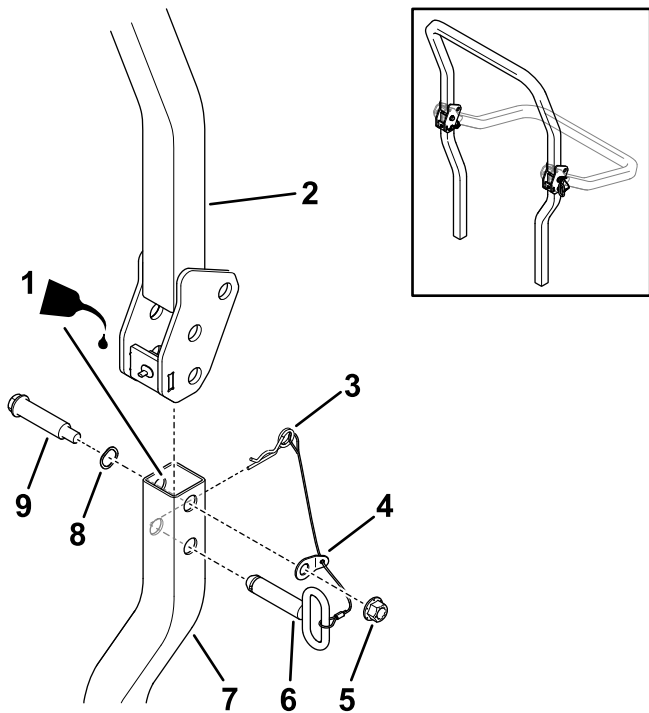

Figura 12
- 5. Lubrique ligeramente las superficies internas de los tubos inferiores de la barra anti-vuelco (Figura 12).
- 6. Instale provisionalmente la barra antivuelco superior en la barra antivuelco inferior usando 2 pernos de cuello largo, 2 arandelas onduladas, 2 arandelas con pestaña sujetas a cordones y 2 contratuercas (1/2"), como se muestra en la Figura 12.
8. Eleve la barra antivuelco superior a la posición vertical, instale los pasadores de enganche (los tiradores ovalados deben quedar en el exterior de la máquina), y sujételos con chavetas en cada lado (Figura 12).